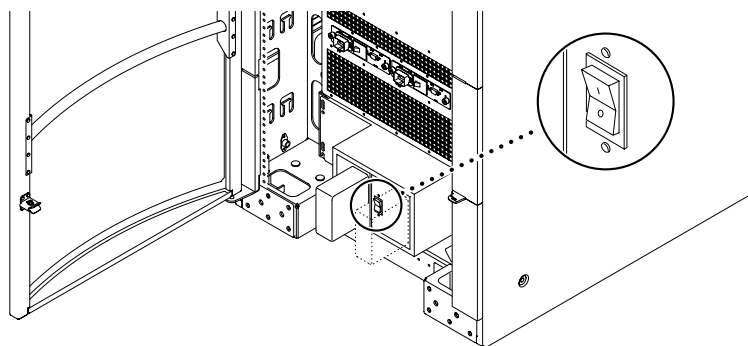

图 2-5 Sun Fire E6900 系统上的 RTS 交流电源开关
1. 关闭系统前后部的两个冗余转接开关 (RTS) (图 2-5)。